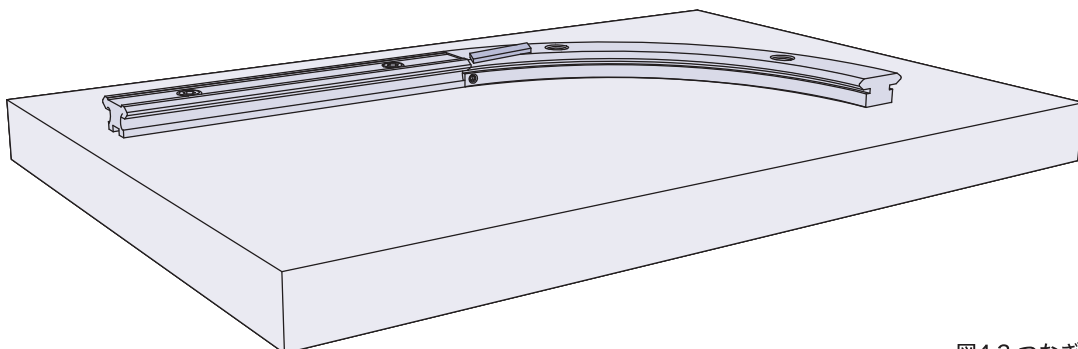

図4.3 つなぎ部の仕上げ
- 4.3 所定の位置に取り付けた後、レールのつなぎ部軌道面を潤滑剤及びオイルストーンを使用して軽く磨きます。(図4.3)。キャリッジプレートを走行させて滑らかな動きを確認します。